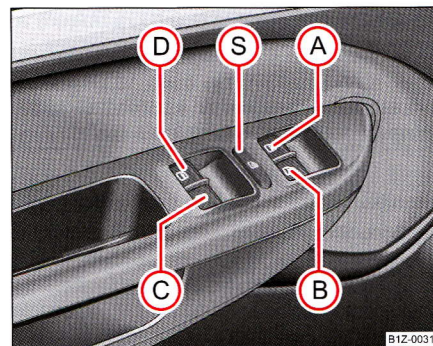

Fig. 36 Taste în ușa conducătorului
⇒ pagina 55, fig. 36, pasagerului din dreapta și în ușile din spate*
De la comutatorul de siguranță (S) ⇒ pagina 55, fig. 36 puteți scoate din funcțiune tastele din ușile din spate. Apăsând încă o dată comutatorul de siguranță (S), puteți restabili funcționarea tastelor din ușile din spate.
- Când se transportă copii pe locurile din spate, vă recomandăm să scoateți din funcțiune comutatoarele din ușile din spate (comutatorul de siguranță) (S) ⇒ pagina 55, fig. 36.